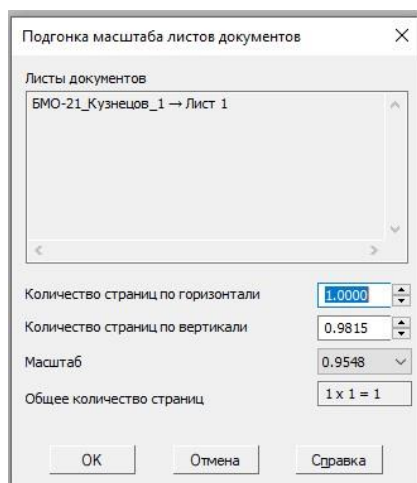

Рис. 7.3. Діалогове вікно
7.2. Щоб вивести документ на певній кількості аркушів (на одному або кількох), скористайтесь командою *Сервис* → *Подогнать масштаб*, рис. 7.3. У діалоговому вікні *Подгонка масштаба листов документов* в рядку *Количество страниц по горизонтали* за умовчанням ви бачите значення 1. При цьому кількість сторінок в іншому рядку (0,9815) та масштаб (0,9548) система обчислить автоматично, натисніть {OK}.